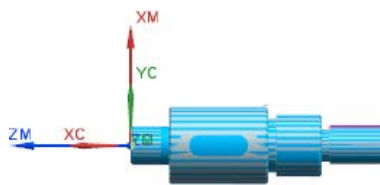

图 9.39 3D 仿真结果
Step3. 在“刀轨可视化”对话框中单击**3D 动态**选项卡，采用系统默认参数设置值，调整动画速度后单击“播放”按钮，即可观察到 3D 动态仿真加工，加工后结果如图 9.39 所示。